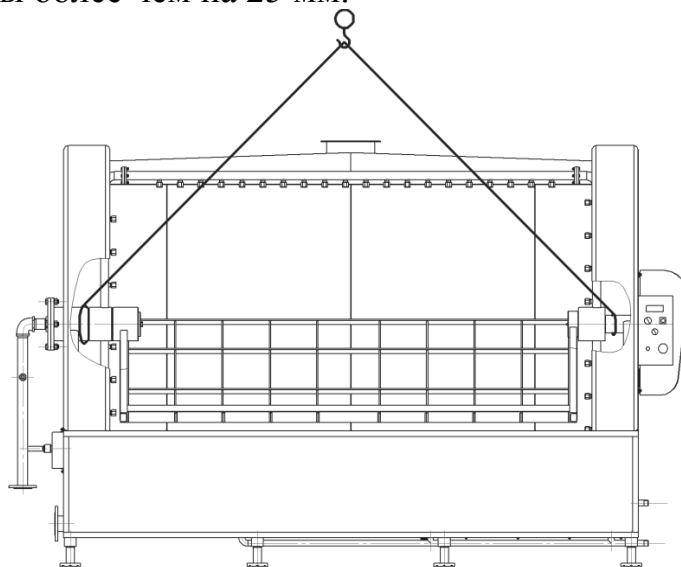

Рисунок 2 – Схема строповки установки M216E2
5.3. Установку смонтируйте краном в проектное положение. Установка должна быть смонтирована в закрытом отапливаемом помещении. Схема строповки установки изображена на рис. 2. **Запрещается** использование автопогрузчика с вилами для погрузки, разгрузки и монтажа установки ввиду того, что им может быть повреждено днище корпуса установки, сливной трубопровод или электропроводка. Все погрузочно-разгрузочные и монтажные работы должны выполняться в строгом соответствии с требованиями «Правил устройства и безопасной эксплуатации грузоподъемных кранов».